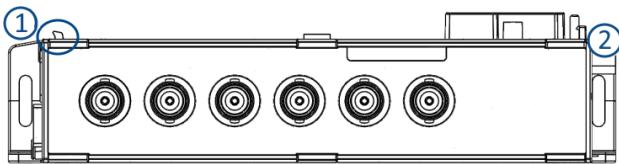

Abb. 3: Verbindungsnase & Verriegelungswippe
1. Verbindungsnasen in die Nut einhaken, siehe Abb. 3 Position (1).
2. Verbindungsnasen, siehe Abb. 3 Position (1), aus der Nut herausziehen